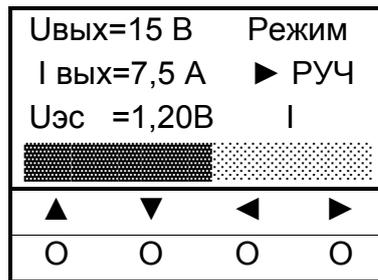

Рисунок 13
2. С помощью кнопок управления «◀», «▶» установить ползунок в среднее положение, проконтролировать значения параметров: $U=14,8\dots 15,2\text{В}$, $I=7,5\text{А}$ (рисунок 13).